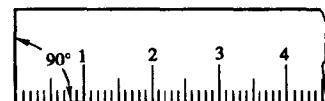

图 1-2
- (1) 尺面没有受过损伤;
- (2) 端边必须和零线符合;
- (3) 尺的端边必须和长边垂直(图 1-2)。